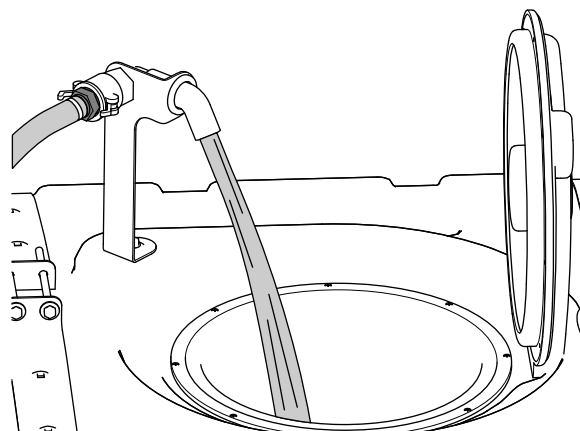

Bild 28
5. Füllen Sie Dreiviertel der benötigten Wassermenge in den Sprühbehälter (Bild 28).